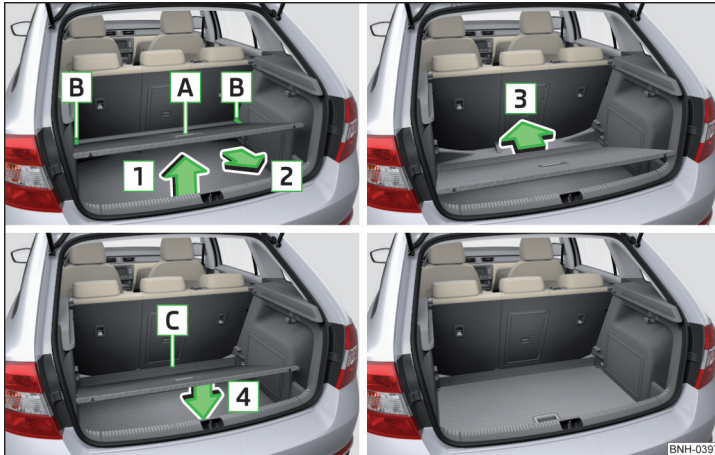

Abb. 101 Variablen Ladeboden in die untere Position einstellen
- Den variablen Ladeboden am Griff **A** » Abb. 101 fassen.